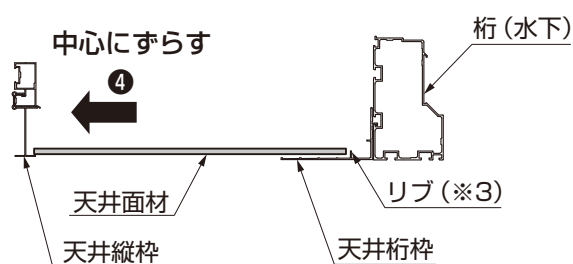
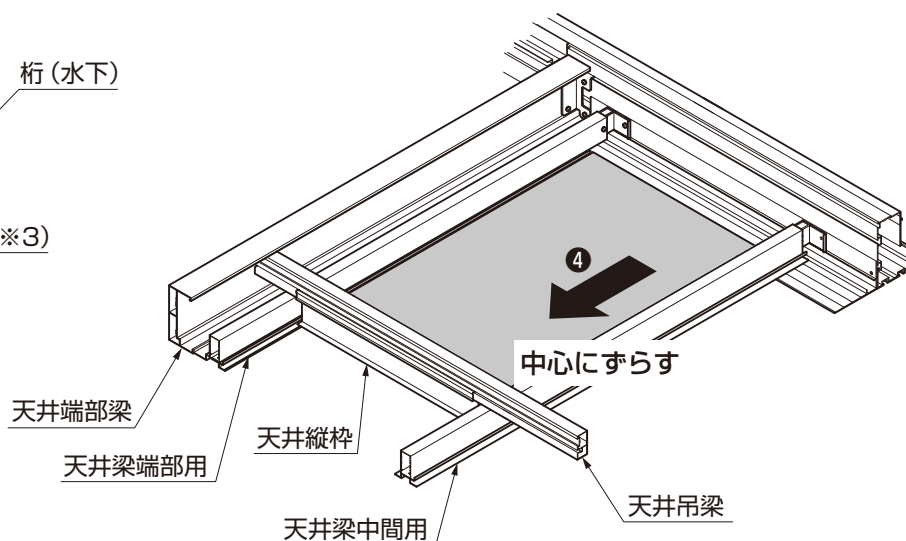

図6-38 天井面材のはめ込み方法
図6-39 天井面材のはめ込み方法 (中心合わせ)
- ②天井面材を天井桁枠のリブ (※3) の上に乗らないように、天井縦枠側にずらしてください。(図6-38、図6-39参照)